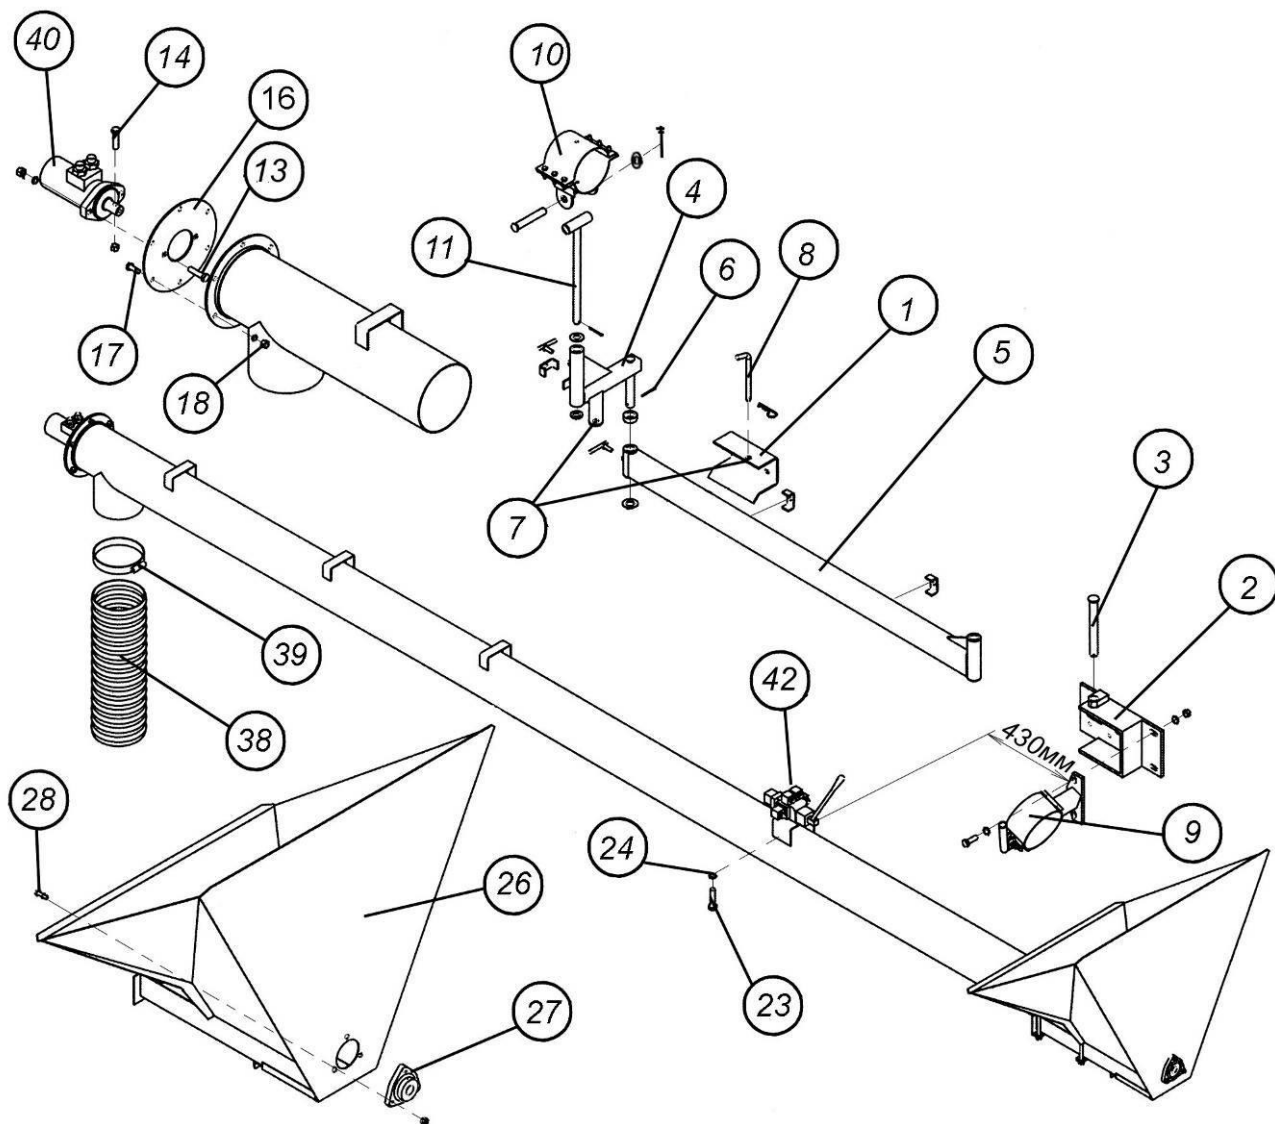
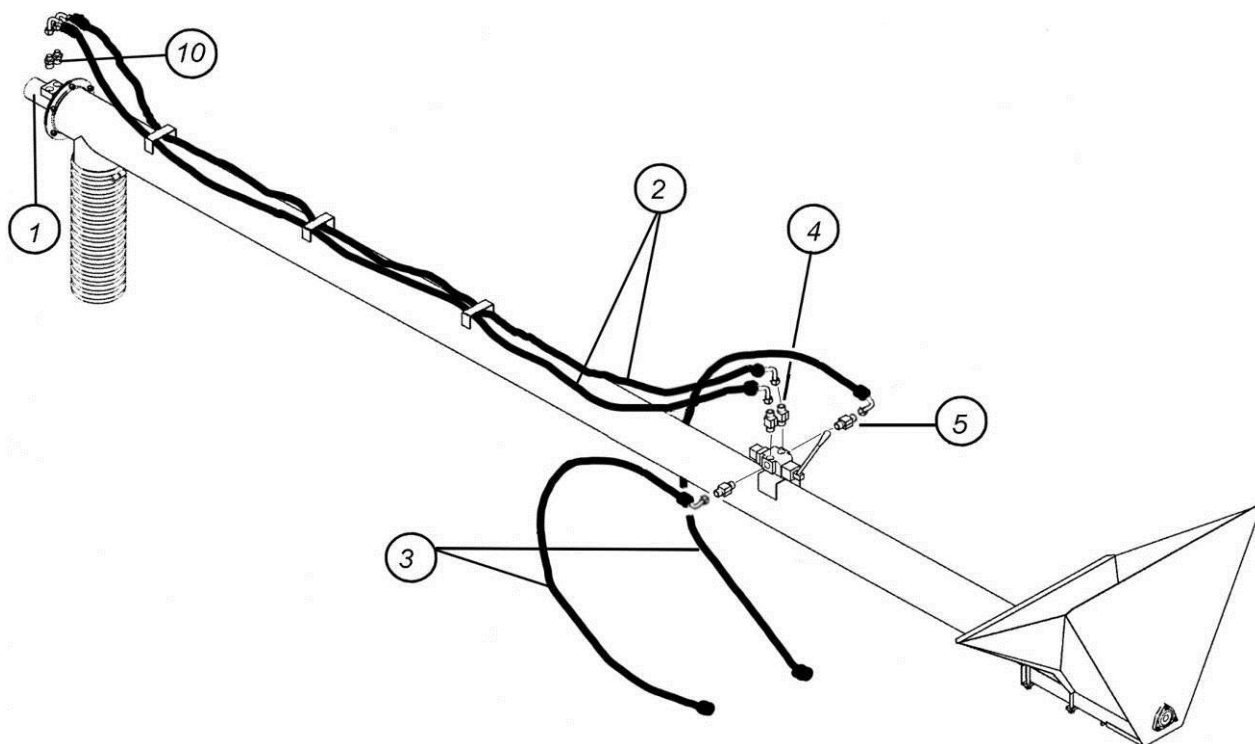

Рис. 5.3.1. Сборка и крепление шнека к бункеру
Рис. 5.3.2. Гидросистема шнека
5.3.1. Закрепите кронштейн 1 (рис. 5.3.1) на установочную пластину на левой стенке бункера четырьмя болтами (M12x25), гайками и шайбами пружинными. Крепление предварительное, туго не затягивать.
Вверните в боковые и верхние отверстия крана-распределителя штуцеры 4 (2 шт.) и 5 (2 шт.) соответственно (боковые штуцеры имеют больший диаметр, чем верхние) (рис. 5.3.2). Соединения уплотните двумя-тремя витками тефлоновой ленты, поставляемой с изделием.
Соедините гидрошлангами 2 (рис.5.3.2) верхние штуцеры (1/2" х M20) крана-распределителя с гидромотором. В гидромотор предварительно вкрутите переходники 10. Шланги пропустите в приваренные на трубе шнека кронштейны. Два других шланга 3 подсоедините к боковым штуцерам (3/4" х M20) на кране-распределителе и пропустите под трубой шнека, закрепите шланги на кронштейне 4 и балке 5 с помощью кронштейнов для крепления шлангов 12 (рис.5.3.1).
Закрепите гофрированный шланг 38 на трубе шнека хомутом 39 (рис. 5.3.1).
5.3.8. Установите шнек в сборе на бункер, зажав его хомутами 9 и 10 (см. рис. 5.3.1) и выдержав размер 430 мм между передним краем хомута 9 и кронштейном на трубе шнека, на который устанавливается кран-распределитель. Это позволит легко управлять шнеком благодаря равномерному распределению его веса.